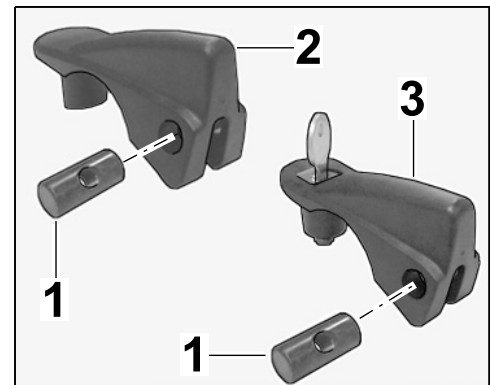

Figura 7
1.4.1 Introducir el perno de rosca transversal M6 (2 uds.) en la palanca tensora (2 uds.) (⇒ *Figura 7*).